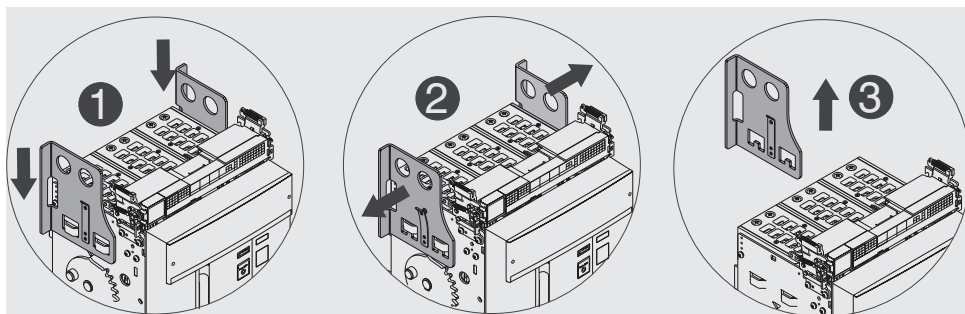

图 37
4. 松开舌扣, 将起模板从移动部分上取走。 请查看 图 37.